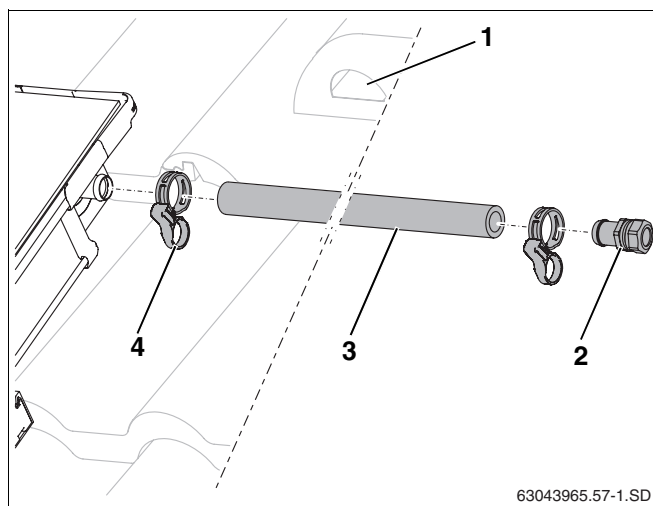

Fig. 53 Montage de la conduite de départ (sans purgeur sur le toit)
- Glisser le tube solaire long (1000 mm, fig. 53, **pos. 3**) sur le raccordement de départ du champ de capteurs et fixer avec la bride du compensateur (fig. 53, **pos. 4**).
- Insérer l'embout de tuyauterie avec le raccord-union par anneau de serrage (fig. 53, **pos. 2**) jusqu'à la butée dans le tube solaire et fixer avec la bride du compensateur.
- Raccorder le tube collecteur à l'embout R $\frac{3}{4}$  avec le raccord-union par anneau de serrage (18 mm) (fig. 53, **pos. 2**).